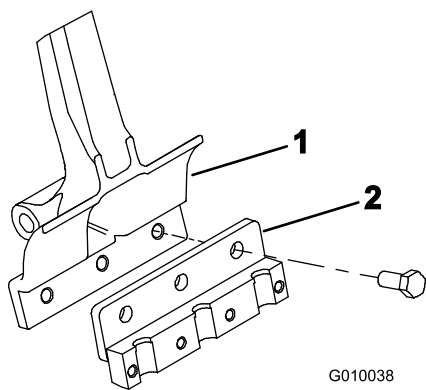

図 23
2. 各タイヤ・アームにタイヤ・ホルダーを取り付ける（図 23）；ボルト（1/2 x 1-1/4 in）3 本を使用。ボルトを101.6Nm（10.4kg.m）にトルク締めする。